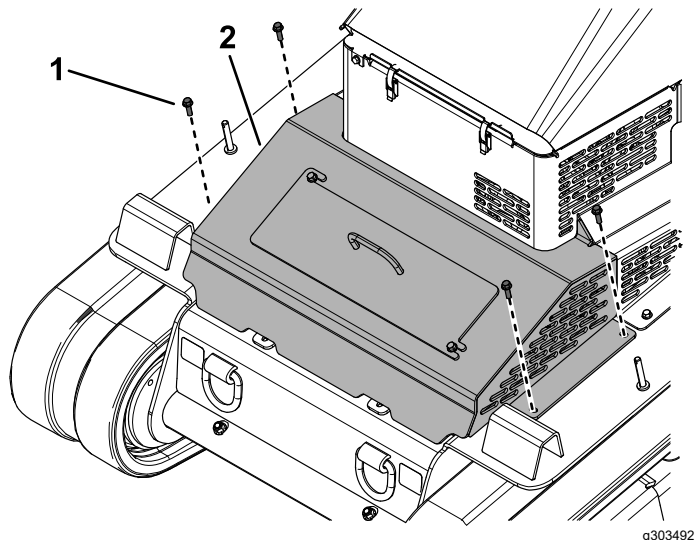

Figura 46
2. Retire los 4 pernos que sujetan la cubierta a la máquina (Figura 46).
1. Perno (4)
3. Retire el conjunto de cubierta (Figura 46).